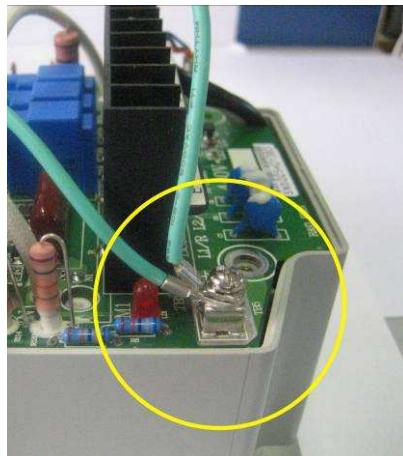

Рис. 7.7
7.3.5. Взять провод платы заземления 1, соединить его наконечник вместе с наконечником провода заземления 2 на клемме заземления и прикрутить винтом M3,5x6 (рис. 7.7).